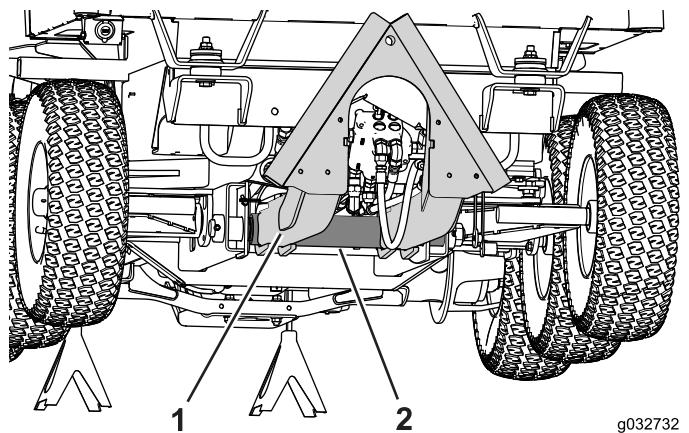

Рисунок 87
- Найдите точку поворота рычага подъема навесного оборудования на зимней раме (Рисунок 87).